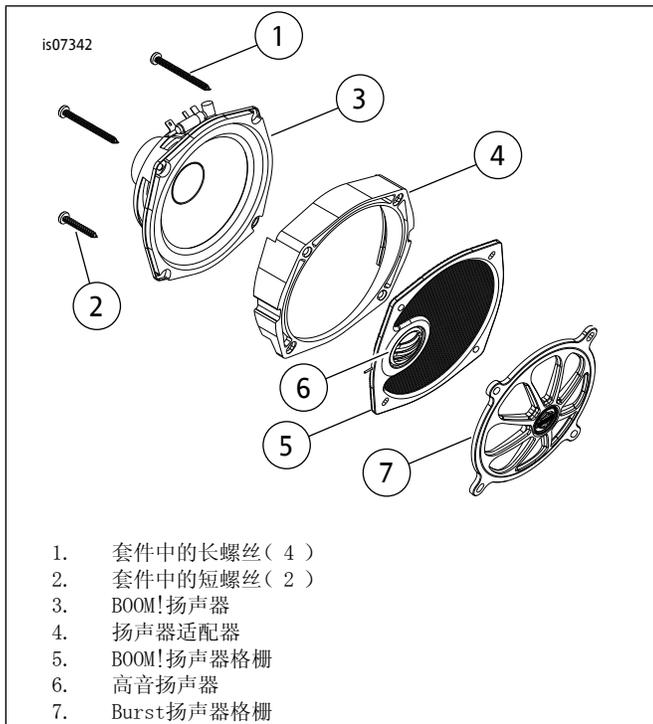

图2。BOOM!扬声器安装(图中显示左侧)
2. 参见图2。将Burst扬声器格栅(7)靠在BOOM! 扬声器格栅(5)的表面。